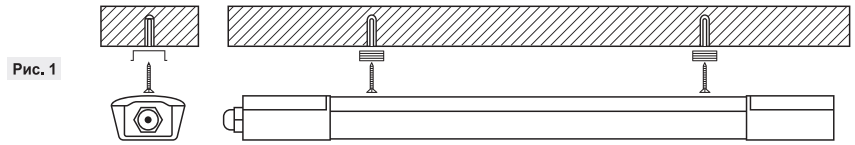

Рис. 1
- При креплении на потолок лучше использовать крепежные скобы, которые фиксируются на потолке и защелкиваются на корпусе светильника (Рис. 1).
- При кріпленні на стіноі краще використовувати кріпильні скоби, які фіксуються на стелі і замикаються на корпусі світильника (Рис. 1)